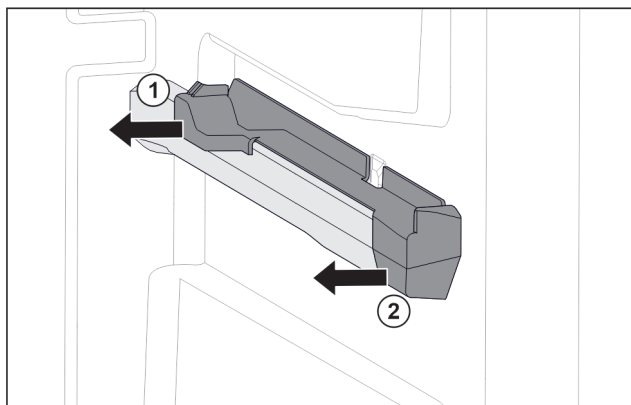

Fig. 79 Piesă de fixare pe nervura din dreapta a recipientului
- ▶ Scoateți piesa de fixare din spate în lateral. Fig. 79 (1)
- ▶ Scoateți piesa de fixare din față în lateral. Fig. 79 (2)